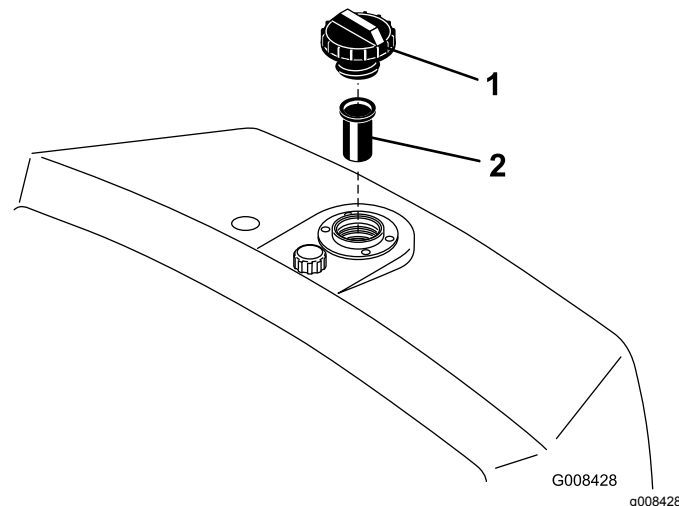

Figura 47
2. Retire el tapón del depósito y compruebe el nivel de fluido. El nivel de líquido debe llegar a la parte inferior del filtro de malla del cuello de llenado (Figura 47).